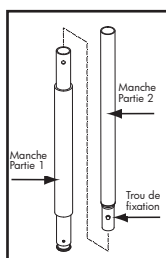

Figure 2
2. Observez la figure 2 pour réaliser cette étape. Enlevez la vis située sur la partie 1 du manche. Assemblez les parties 1 et 2 du manche, en alignant les trous. Remettez la vis et serrez.